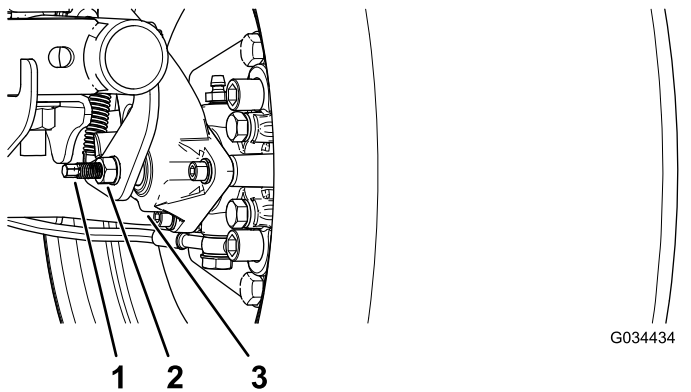

Figura 61
3. Usando 2 llaves, sujete el espárrago de ajuste de la pinza con una llave y afloje la contratuerca ¼ de vuelta con la otra llave (Figura 61).
4. Sujetando el espárrago de ajuste y la contratuerca para que no se muevan, gire el espárrago de ajuste hacia dentro para apretarlo (Figura 61).
5. Sujetando el espárrago de ajuste y la contratuerca para que no se muevan, afloje el espárrago ¼ de vuelta (Figura 61).
6. Sujetando el espárrago de ajuste y la contratuerca para que no se muevan, apriete la contratuerca (Figura 61).